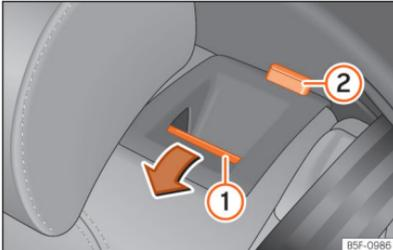

Abb. 93 Rücksitz: Rückenlehne vorklappen.
- Entriegelungstaste »» (Abb. 93) ① nach vorn drücken und gleichzeitig die Rückenlehne umklappen. Die Rückenlehne ist entriegelt, wenn die rote Markierung des Tasters ② sichtbar ist.